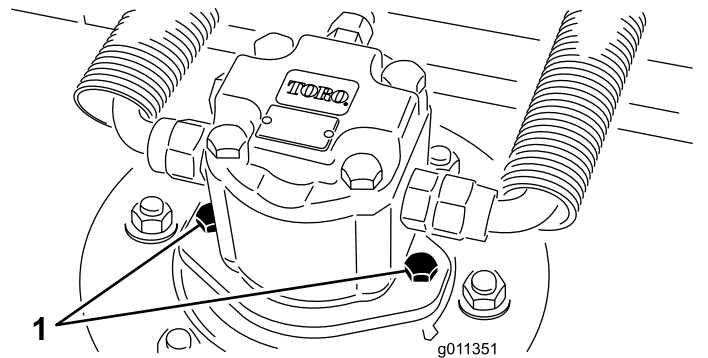

Bild 71
2. Klemmen Sie den Hydraulikmotor vom Mähwerk ab und entfernen ihn (**Bild 71**). Decken Sie die Spindeloberseite ab, um einer Verunreinigung vorzubeugen.
3. Montieren Sie den Hydraulikmotor am Mähwerk (Bild 71). Stellen Sie sicher, dass sich der O-Ring unbeschädigt in seiner Position befindet.